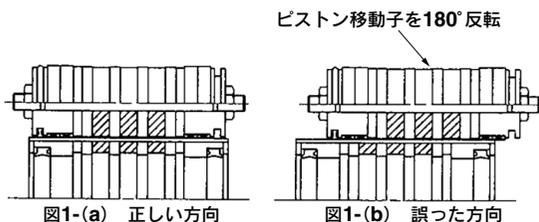

図1 移動子の方向性
- ① シリンダチューブより外部移動子、またはピストン移動子を取外するときは強制的に外部移動子とピストン移動子の位置関係をずらし保持力をなくした状態で取出してください。そのまま取出しますと直接マグネットが吸引しあいはずれなくなる恐れがあります。
- ② 上記の作業後、各移動子をはなれた状態でプレートA側の六角穴付ボルトおよび六角穴付止めねじ(-Zの場合)をはずすことによりシリンダチューブ、およびガイドシャフトA、BよりプレートAを外してください。(交換作業(パッキンなど)では、その他の部分は分解しないでください。エア漏れなどの原因となります。)
- ③ マグネット構成部(ピストン移動子、外部移動子)は絶対分解しないでください。保持力の低下、不具合発生の原因となります。
- ④ ピストン移動子と外部移動子は方向性(保持力タイプ、 $\phi 6$ 、 $\phi 10$ )があります。図1を参照してください。外部移動子(スライドブロック)とピストン移動子を吸引させて図の位置関係になるようにシリンダチューブに挿入します。(b)のようになったときは、ピストンのみ $180^\circ$  反転して挿入します。(間違った方向で組立てると、所定の磁石保持力値が得られず、低い供給圧力でも移動子の磁力位相ずれ(ピストン離脱)が発生しますのでご注意ください。)
- ⑤ マグネット構成部を取扱うときは、腕時計を外して作業してください。強い磁気にて故障する恐れがあります。
- ⑥ マグネットは床に落したり、金属にぶつけるとこわれる恐れがありますので、マグネット構成部の取扱いには十分ご注意ください。
- ⑦ マグネットの磁力は極めて強力です。メンテナンス等で、外部移動子とピストン移動子をシリンダチューブからはずす場合は、手などをはさまないようにご注意ください。